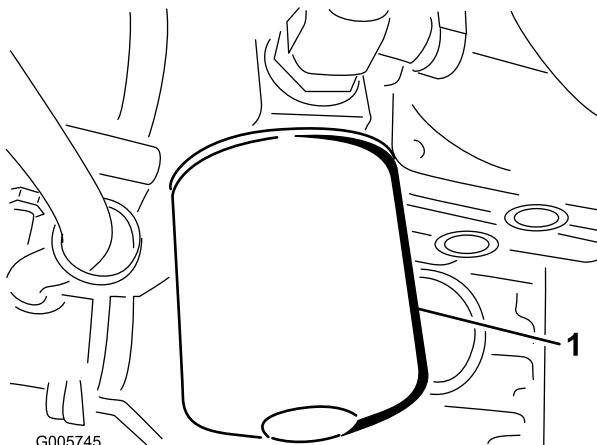

Figure 76
- Nettoyez la surface de montage du filtre à huile hydraulique. Enlevez le filtre de la base (Figure 76) et nettoyez la surface de montage.